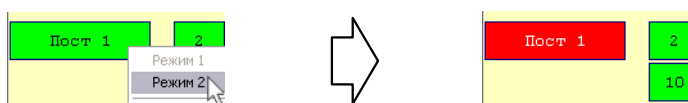

Рисунок 25: Включение «Режима 2»
7.11.1. Переключение производится при помощи выпадающего меню при щелчке правой кнопкой мыши (ПКМ) на кнопке группы объектов «Пост». При смене режима меняется цвет этой кнопки (рис. 25).